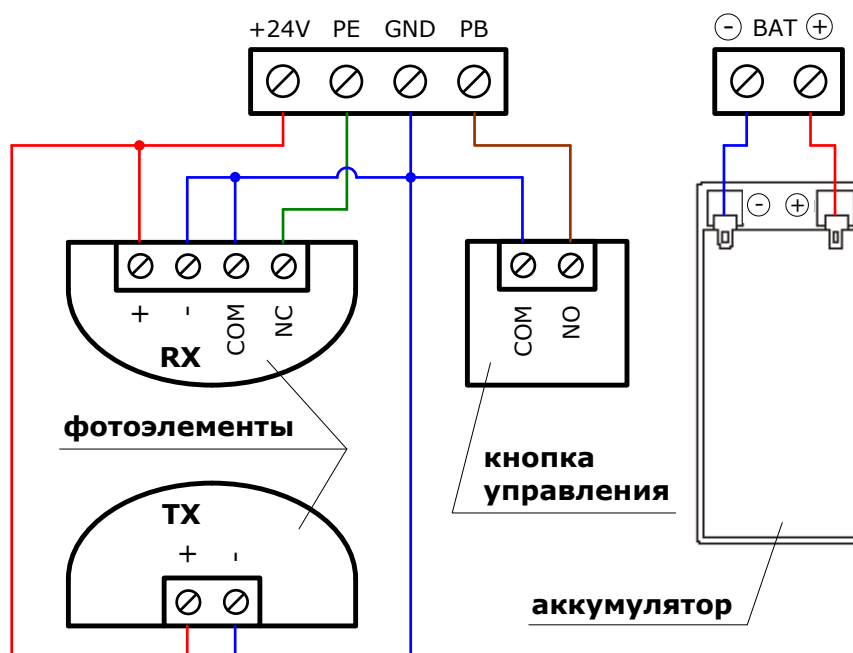

Рис. 4. Электрические подключения
- Подключите с помощью отвертки электрические проводники к клеммам блока управления привода (рис. 4), в соответствии с указаниями пунктов 5.1 ... 5.4.